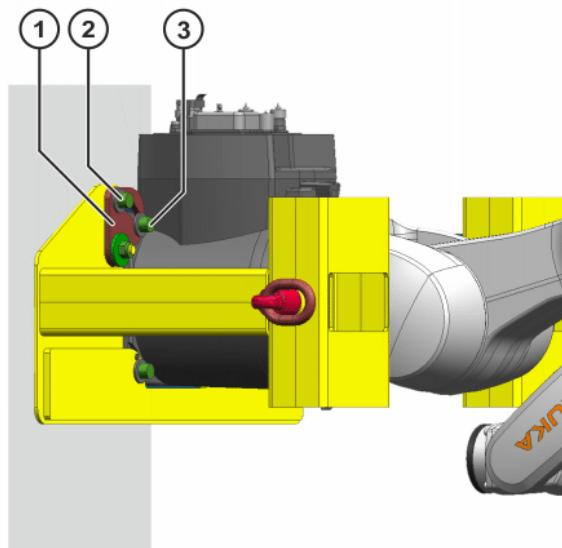

Abb. 10-5: Schwenkhalter positionieren und befestigen
10. Schwenkhalter auf Grundgestell positionieren (>> Abb. 10-5).